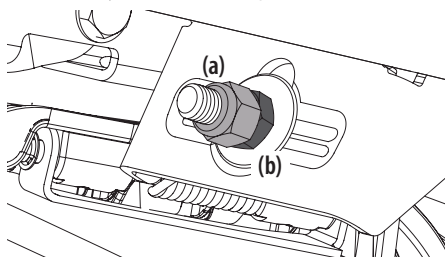

Figura 39
5. Para **elevar** el frente de la plataforma, extraiga la tapa de extremo, afloje la contratuercas exterior (a) y apriete (rosca hacia adentro) la tuerca interior (b) contra la ménsula de suspensión delantera. Consulte la Figura 39. Una vez alcanzado el ajuste adecuado, vuelva a ajustar la contratuercas exterior (a) y vuelva a colocar la tapa de extremo.
6. Para **bajar** el frente de la plataforma, extraiga la tapa de extremo, afloje la contratuercas exterior (a) y afloje (rosca hacia afuera) la tuerca interior (b) alejándola de la ménsula de suspensión delantera. Consulte la Figura 39. Cuando se logre el ajuste correcto, vuelva a apretar la contratuercas externa (a) hasta 57 pies-libras (77 N-m) y vuelva a colocar la tapa de extremo.